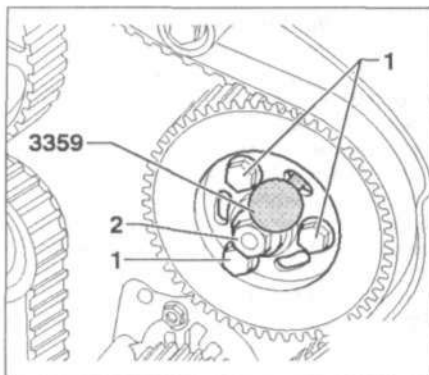

Рис. 7.14. Заблокируйте шкив ТНВД с помощью блокировочного пальца 3359. Открутите болты 1 крепления шкива ТНВД.
7. Заблокируйте шкив ТНВД с помощью блокировочного пальца 3359 (рис. 7.14). Открутите болты **1** крепления шкива ТНВД.